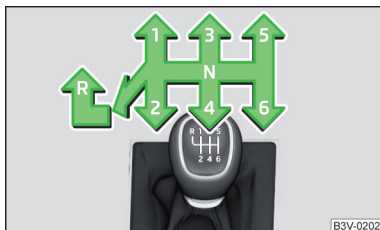

Fig. 166
Pe schimbătorul de viteze sunt reprezentate pozițiile individuale ale treptelor de viteză » fig. 166.
- > Aduceți schimbătorul de viteze la maxim, înspre stânga și apoi înspre înainte, în poziția **R** » fig. 166.